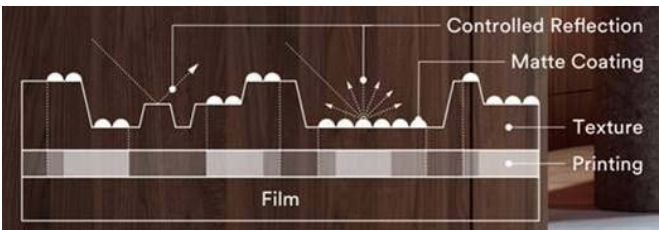

Figura 2. Nueva Tecnología de Reflexión Controlada
- Estética — La nueva Tecnología de Reflexión Controlada da a la serie Premium Wood la apariencia y textura realistas de la madera natural. La reflexión controlada de la tecnología de recubrimiento mate se combina con textura de veta fina y profunda e impresión de alta calidad (ver Figura 2).